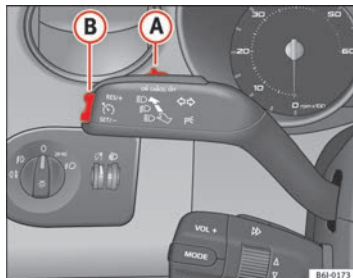

Abb. 108 Blinker- und Fernlichthebel: Schalter und Wippe für die Geschwindigkeitsregelanlage ▶
- Schieben Sie den Schalter \Rightarrow Seite 161, Abb. 108 **A** nach links auf **ON**.